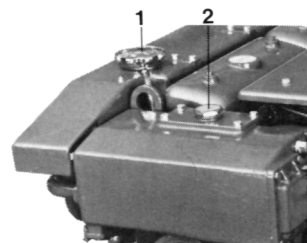

Fig. 15. TAMD60
Sur **TAMD60**, il est possible d'ajouter un peu de liquide dans le vase d'expansion après le remplissage (1, fig. 15), mais dans tous les cas, le bouchon hexagonal (2) devra être retiré et le liquide de refroidissement versé directement dans l'échangeur de chaleur jusqu'à ce que le système soit complètement rempli et purgé. Fermer ensuite les robinets de purge et remettre en place le bouchon hexagonal. **Remplir ensuite** le vase d'expansion du moteur jusqu'à 5 cm au-dessous de la surface d'étanchéité du couvercle et mettre ce dernier en place. Cela afin d'assurer la présence du coussin d'air nécessaire à l'expansion du liquide.